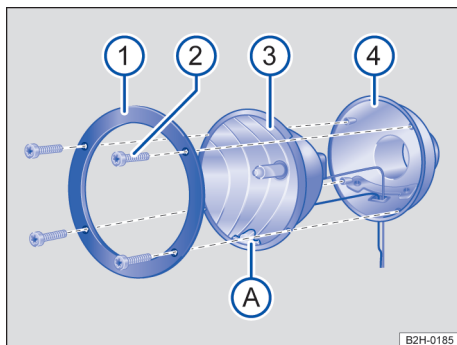
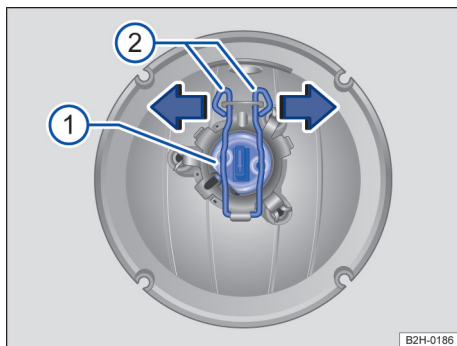

Fig. 155 Iluminação adicional no teto do veículo: desinstalar o vidro da lâmpada.
Fig. 156 Iluminação adicional no teto do veículo: trocar a lâmpada incandescente.
→ Fig. 155 e → Fig. 156
- ❶ Observar e executar a lista de controle → Página 202.
- ❷ Soltar os parafusos com a chave das ferramentas de bordo → Fig. 155 ❷.
- ❸ Retirar o anel de suporte → Fig. 155 ❶ da carcaça do refletor ❸.
- ❹ Retirar a carcaça do refletor → Fig. 155 ❸ com cuidado da carcaça do farol ❹.
- ❺ Tirar o cabo do suporte da lâmpada.
- ❻ Pressionar as travas para baixo e desprender no sentido da seta → Fig. 156 ❷.
- ❼ Retirar o suporte da lâmpada da carcaça do refletor → Fig. 156 ❶.
- ❽ Substituir a lâmpada incandescente queimada por uma lâmpada incandescente nova do mesmo modelo.
- ❾ Recolocar o suporte da lâmpada.
- ❿ Pressionar as travas para baixo e prender no sentido contrário da seta → Fig. 156 ❷.
- ⓬ Colocar a carcaça do refletor → Fig. 155 ❸ na carcaça do farol ❹. A marca A deve apontar para baixo → ❶.
- ⓭ Colocar o anel de suporte na carcaça do refletor → Fig. 155 ❶.
- ⓮ Apertar os parafusos com a chave → Fig. 155 ❷.
Instalar a carcaça do refletor sempre com a marca → Fig. 155 A para baixo. Caso contrário, a umidade não pode sair da carcaça do refletor e o farol pode ser danificado.